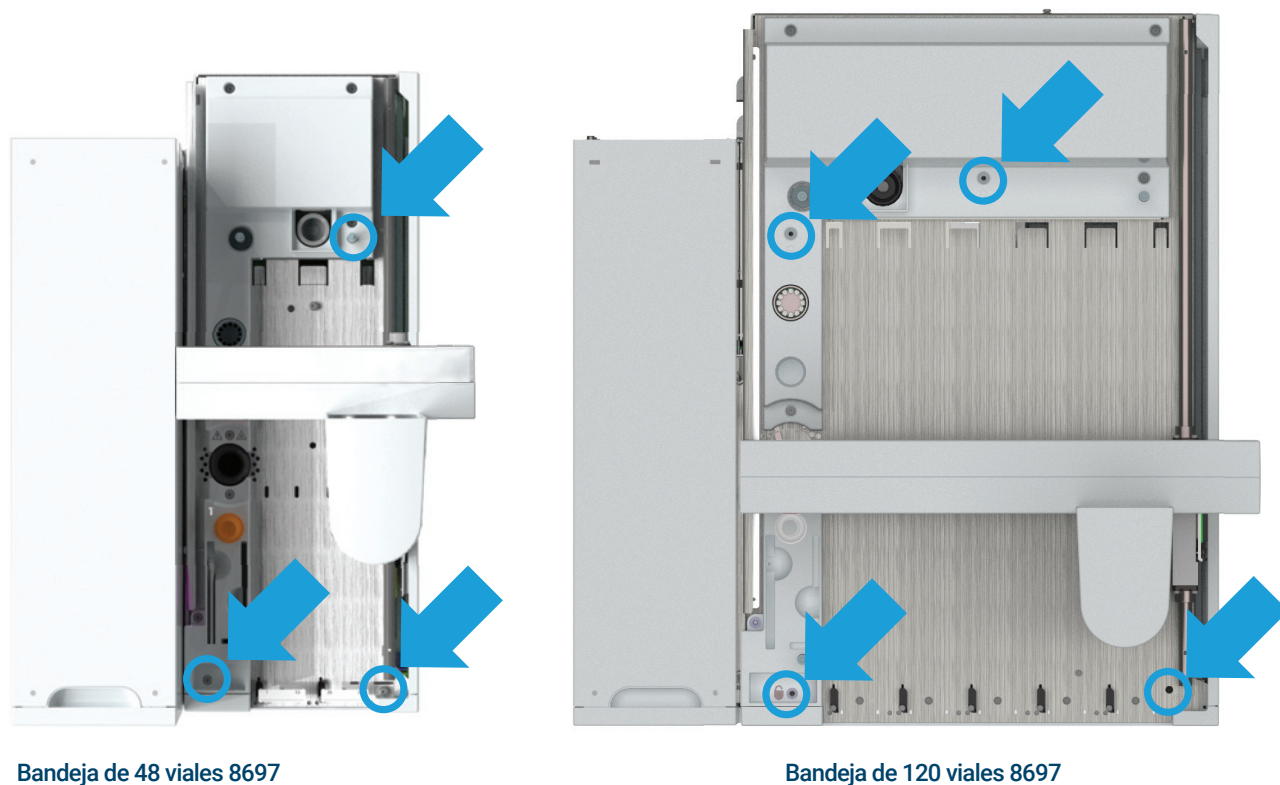

Figura 10. Afloje los tres tornillos sujetos
- 7 Afloje los tornillos que sujetan la bandeja al mainframe. (**Figura 10**)